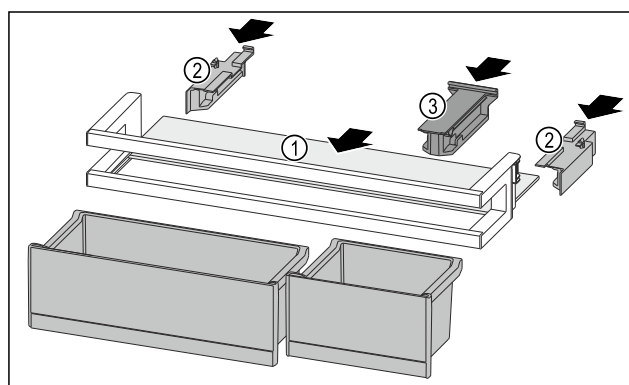

Fig. 233
- ▶ Împingeți în interior raftul Fig. 233 (1) în degajările laterale.
- ▶ Introduceți piesele laterale Fig. 233 (2).
- ▶ Introduceți piesa de susținere Fig. 233 (3).